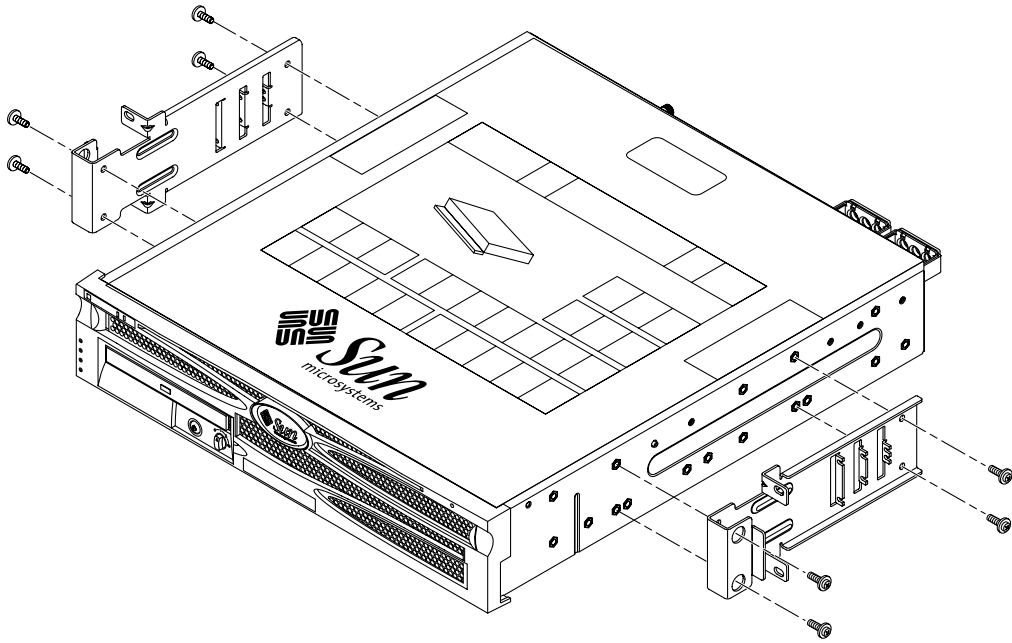

图 3-31 将侧托架固定到服务器两侧
2. 每个侧托架用四颗 M5 × 10 SEM 螺钉, 将这两个侧托架分别固定到服务器两侧 (图 3-31)。